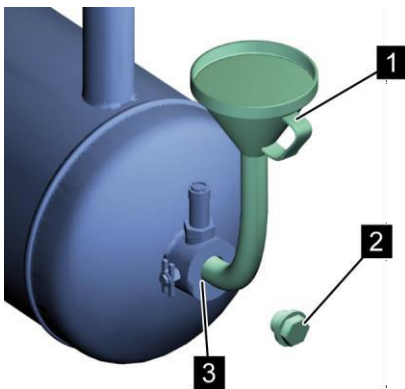

Рис. 37: Заливной штуцер (винтовой компрессор с частотным преобразователем)
8. При помощи воронки (Рис. 37/1) залейте охлаждающую жидкость до заливной кромки заливного штуцера (Рис. 37/3).
10. Вставьте резьбовую пробку заливного отверстия (Рис. 37/2) и затяните ее ☞ Приложение В «Моменты затяжки винтов» на странице 119.